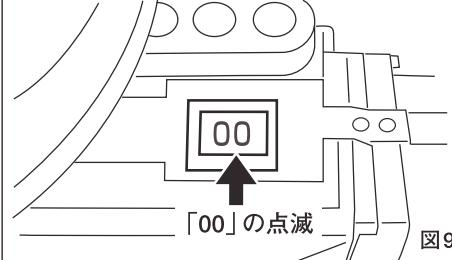

図9
5. シューの原点復帰 (図9・10・11)
液晶表示部に「00」が点滅します。(図9)